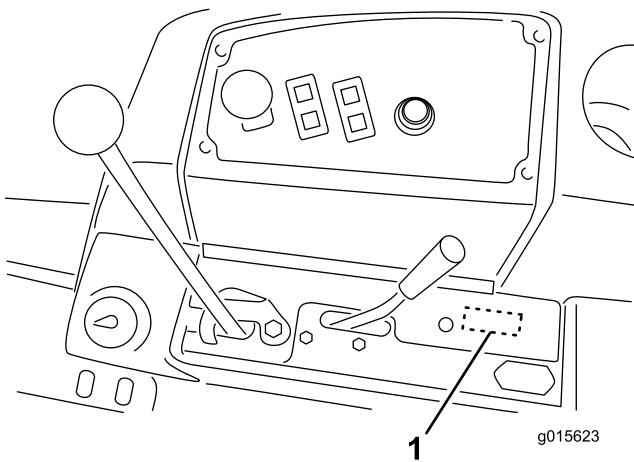
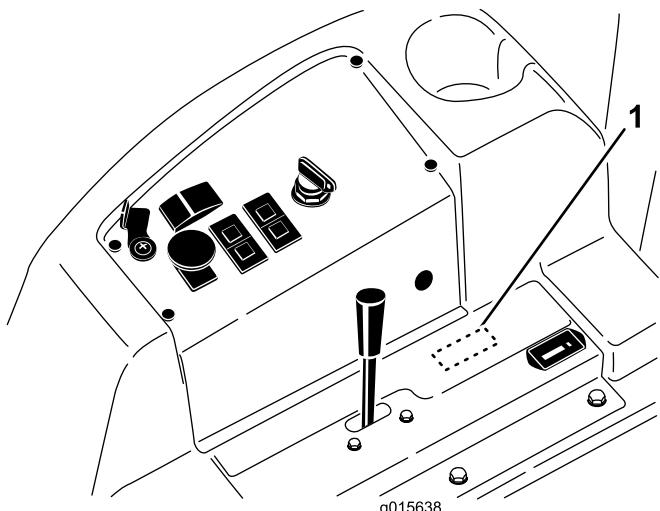

Figura 8
Figura 9
17. Retire el tapón, situado debajo de la pegatina, del panel de control inferior (Figura 8 y Figura 9).